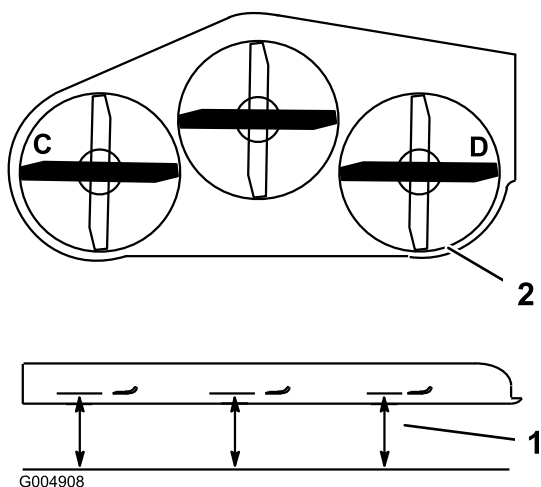
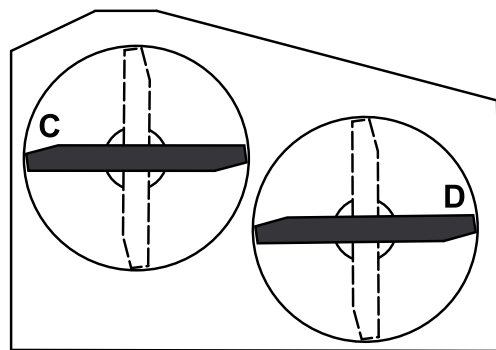

Figura 76
Figura 77
- Coloque las cuchillas en posición lateral. Mida la cuchilla en las posiciones **C** y **D** desde una superficie nivelada hasta el filo de corte de las cuchillas (Figura 76). Para carcasas de corte de 36 pulgadas, consulte la Figura 77.